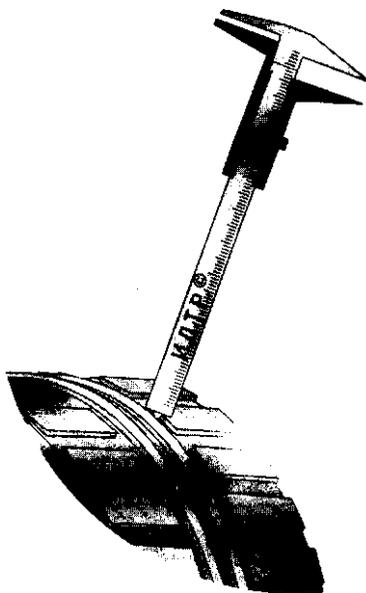

Рис. 8.15
5.1. Шины легковых автомобилей имеют остаточную высоту рисунка протектора менее 1,6 мм (рис. 8.15), грузовых автомобилей - 1 мм, автобусов - 2 мм, мотоциклов и мопедов - 0,8 мм.